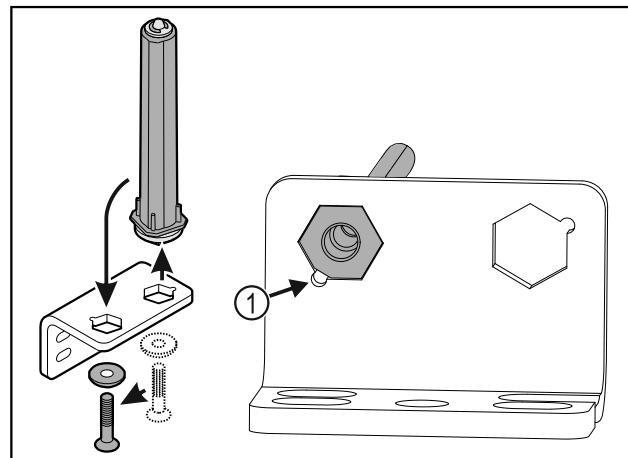

Fig. 38
- ▶ Dbajte na to, aby pri nasadzovaní ukazoval úkos čapu Fig. 38 (1) k okrúhlemu otvoru.